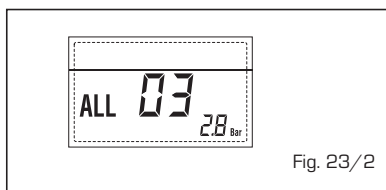

Fig. 23/2
- **ANOMALIA Sonda IDA AQUECIMENTO "ALL 05"** (fig. 23/4)